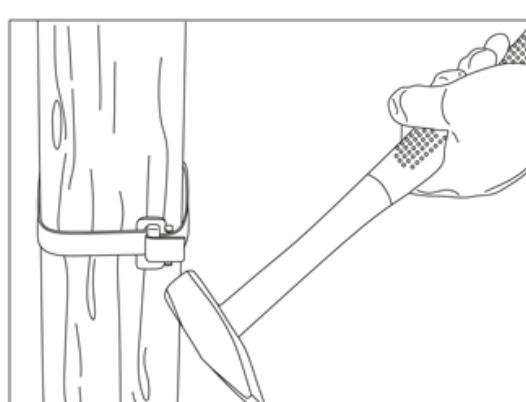
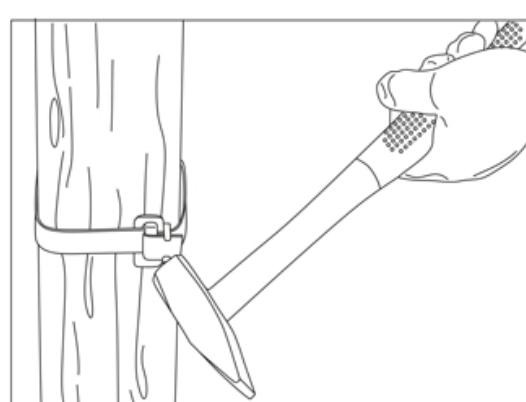

Рисунок 8
Рисунок 9
- при помощи молотка загнуть оставшуюся часть бандажной ленты (рисунок 8) и специальные прижимы на скрепе (рисунок 9).